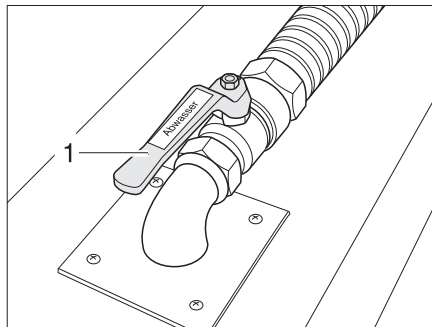

Bild 354 Abwasserhahn
Der Abwasserhahn (Bild 354,1) ist im Doppelboden angebracht. Der Abwasserhahn ist schwarz und durch den Schriftzug "Abwasser" gekennzeichnet.
- Abwasserhahn (Bild 354,2) öffnen. Das Abwasser läuft ab.